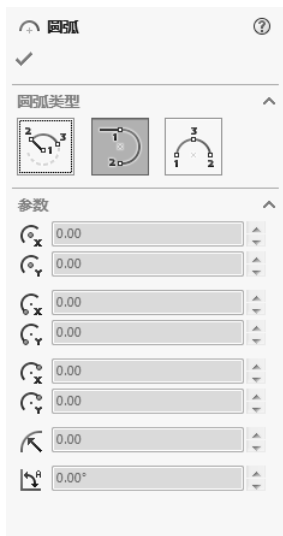

图 2-22 “圆弧”属性管理器
2) 在已经存在草图实体的端点处单击，此时系统弹出“圆弧”属性管理器，如图 2-22 所示，光标变为形状。